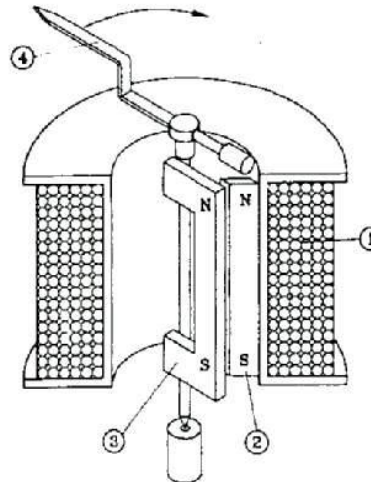

Figura 2:
En la figura 2 se puede ver las partes internas de un instrumento de Fe móvil el cual consta de (1) una bobina de alambre de Cu por la que circula la corriente a medir y que produce un campo magnético. Las dos plaquetas de Acero de bajo porcentaje de carbono, una fija (2) y la otra móvil (3), quedan imanadas en el mismo sentido y entonces se repelen. Al estar la plaqueta móvil unida a la aguja (4) a través del eje desviación de la aguja. Por lo tanto la desviación de la aguja será proporcional al cuadrado de la intensidad de la corriente.